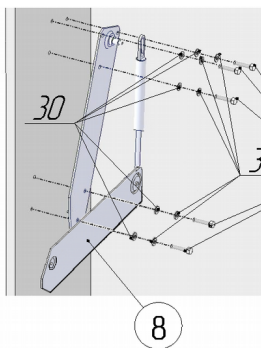
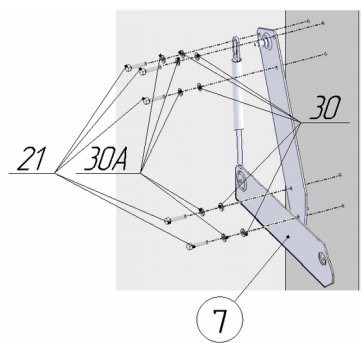

Рис.6.1 Слева
Рис.6.2 Справа
6. Присоединить к боковинам короба механизмы подъёма, используя болт М8х25 поз.21, шайбы Ø8 поз.30, шайбы стопорные Ø8 поз.30А (рис.6.1 и 6.2).
ШАЙБА СТОПОРНАЯ Ø8 ПОЗ. 30А ДОЛЖНА НАХОДИТЬСЯ МЕЖДУ ШАЙБОЙ Ø8 ПОЗ.30 И ГОЛОВКОЙ БОЛТА ПОЗ.21 (СМ. РИС. 6.1 И 6.2).
21. Приложить кожух левый поз.35А к механизму, установленному слева (рис.6.1, 17.1). Кожух располагать так, чтобы он опирался на наклонную и верхнюю кромки механизма. Завернуть шурупы поз.37 в отверстия до упора. Аналогичную операцию произвести с кожухом правым поз.35 (рис.6.2, 17.2).